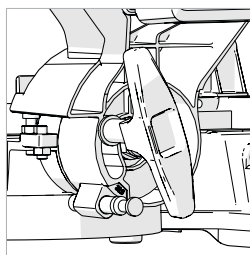

Fig. 46
- Lossa avfasningslåshandtaget. (**Fig. 46**)